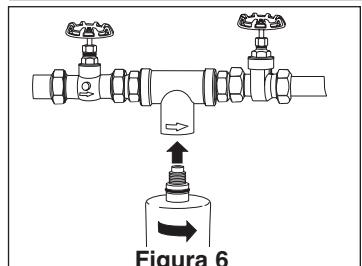

Figura 6
6. Gire el cartucho hacia la derecha (en sentido horario) para enroscarlo en la cabeza del filtro AP430SS. Abra el suministro de agua principal, abra las válvulas y verifique si hay pérdidas. (Figura 6)